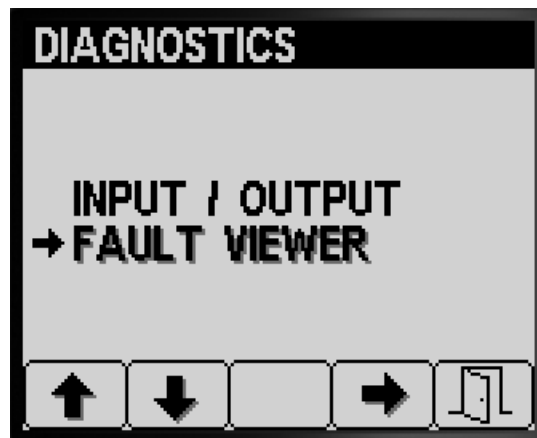

図 86
- 整備画面から、ボタン 1 または 2 を何度か押して FAULT VIEWER 不具合確認を選択する 図 86。
- ボタン 3 で FAULT VIEWER へ入る 図 86。